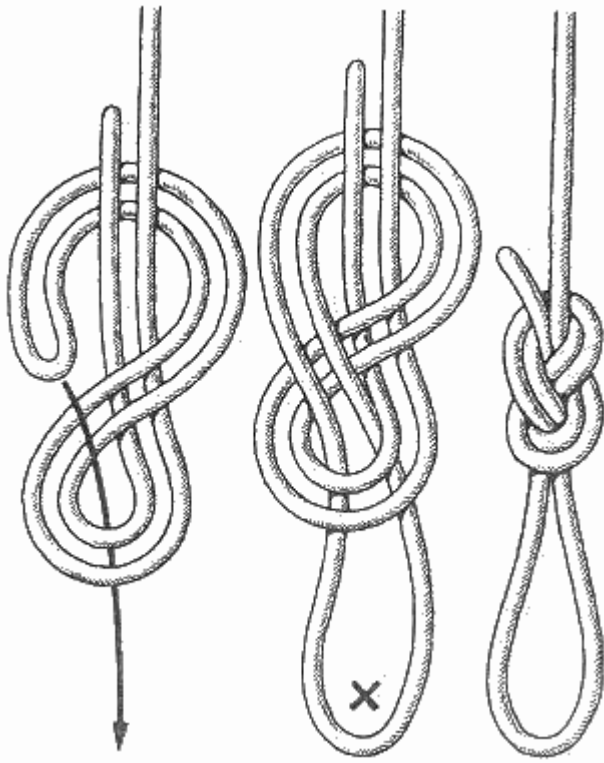

Рис. 68. Фламандская петля
**Фламандская петля** (рис. 68). Завязанная восьмеркой на сложенном вдвое тросе, она представляет собой прочную и легко развязываемую петлю на конце троса. Фламандская петля пригодна для вязки как на толстых, так и на тонких тросах. Она почти не ослабляет прочность троса, Применяется для крепления струн музыкальных инструментов и для других целей.